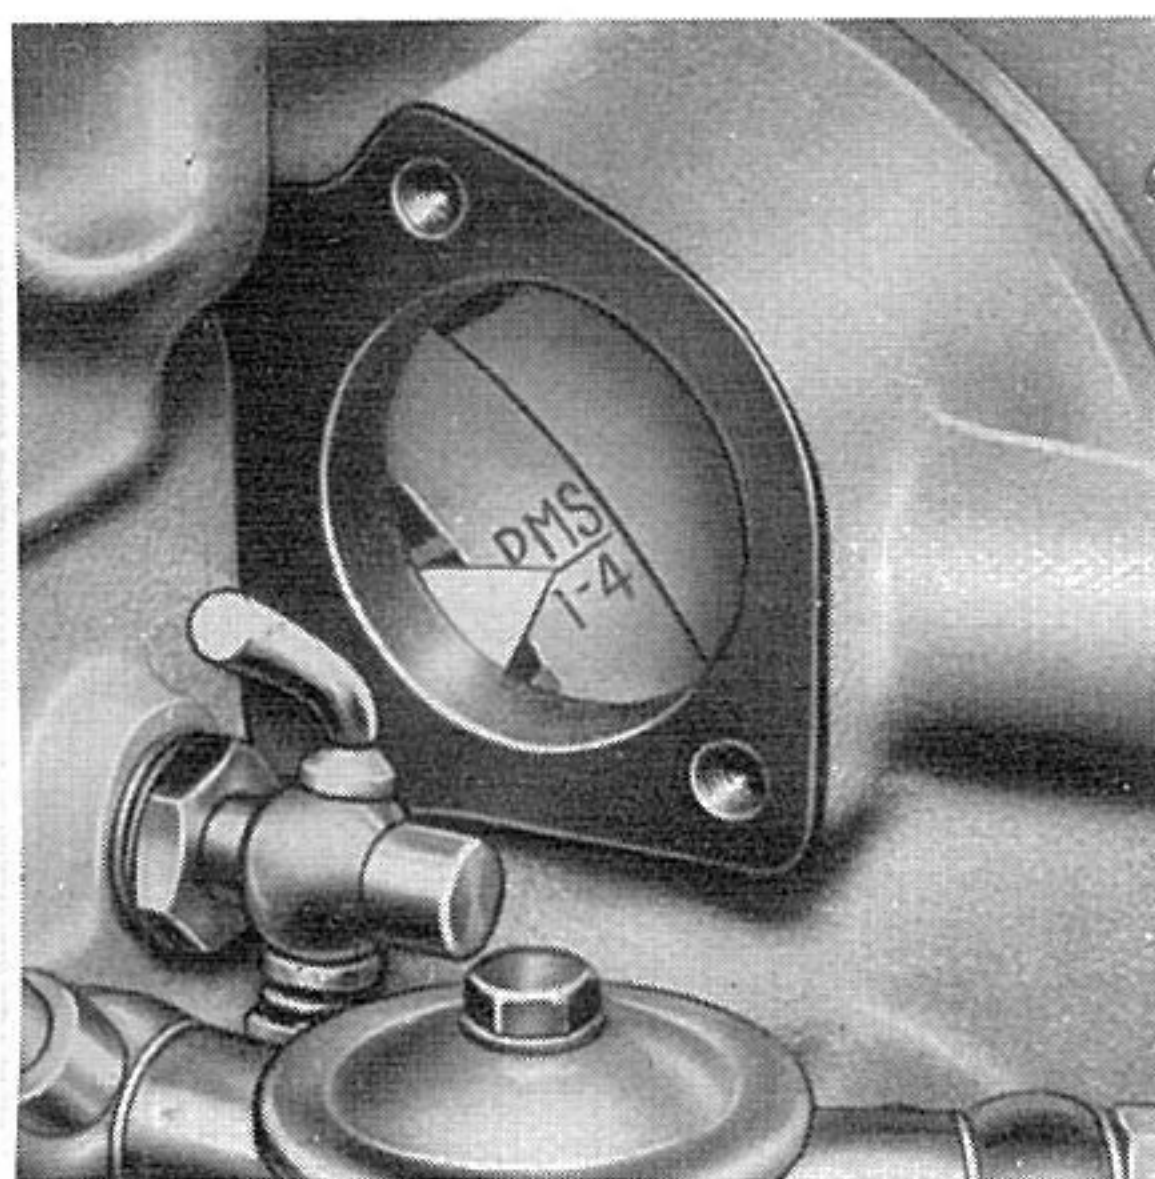

Fig. 36. - Repère sur le volant indiquant le P.M.H. des pistons N. 1 et 4.
- Faire virer le vilebrequin à la manivelle de dotation, jusqu'à ce que l'entaille de repère prévue sur le volant et marquée P.M.S. 1-4, coïncide avec l'index fixé au carter (fig. 36); dans cette position les pistons des cylindres n. 1 et 4 se trouvent au point mort haut, l'un en phase de compression et l'autre à la fin de la phase d'échappement et au début de celle d'admission;